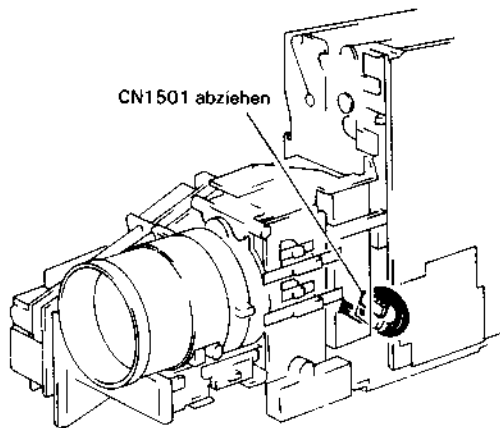

Abb. 2.26 Ausbau der Verdrahtungs-Leiterplatte
Ausbau der Verdrahtungs-Leiterplatte (Abb. 2.26, 2.27, 2.28)
3. Den Stecker CN1501 abziehen (siehe Abb. 2.26).